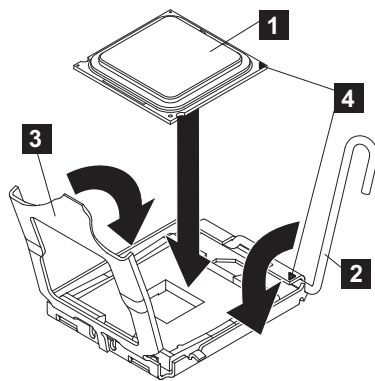

図 262. SAN ポリウム・コントローラー 2145-CG8 または 2145-CF8 のマイクロプロセッサ・ブラケット・フレームを閉じる
- マイクロプロセッサ取り付けツール上のマイクロプロセッサに付いている三角形の位置合わせマーク（297 ページの図 262 の **4**）を、マイクロプロセッサ上の三角形の位置合わせマークに揃えた後、取り付けツールの下部でマイクロプロセッサを正しくつかめるように、ツールの底面をマイクロプロセッサにかぶせます。
マイクロプロセッサとソケットを位置合わせするには、マイクロプロセッサ・ソケットの三角形の位置合わせ用切り欠きと、マイクロプロセッサの三角形の位置合わせマーク（297 ページの図 262 の **4**）を使用します。また、切り欠きの位置も、マイクロプロセッサの位置合わせに利用してください。